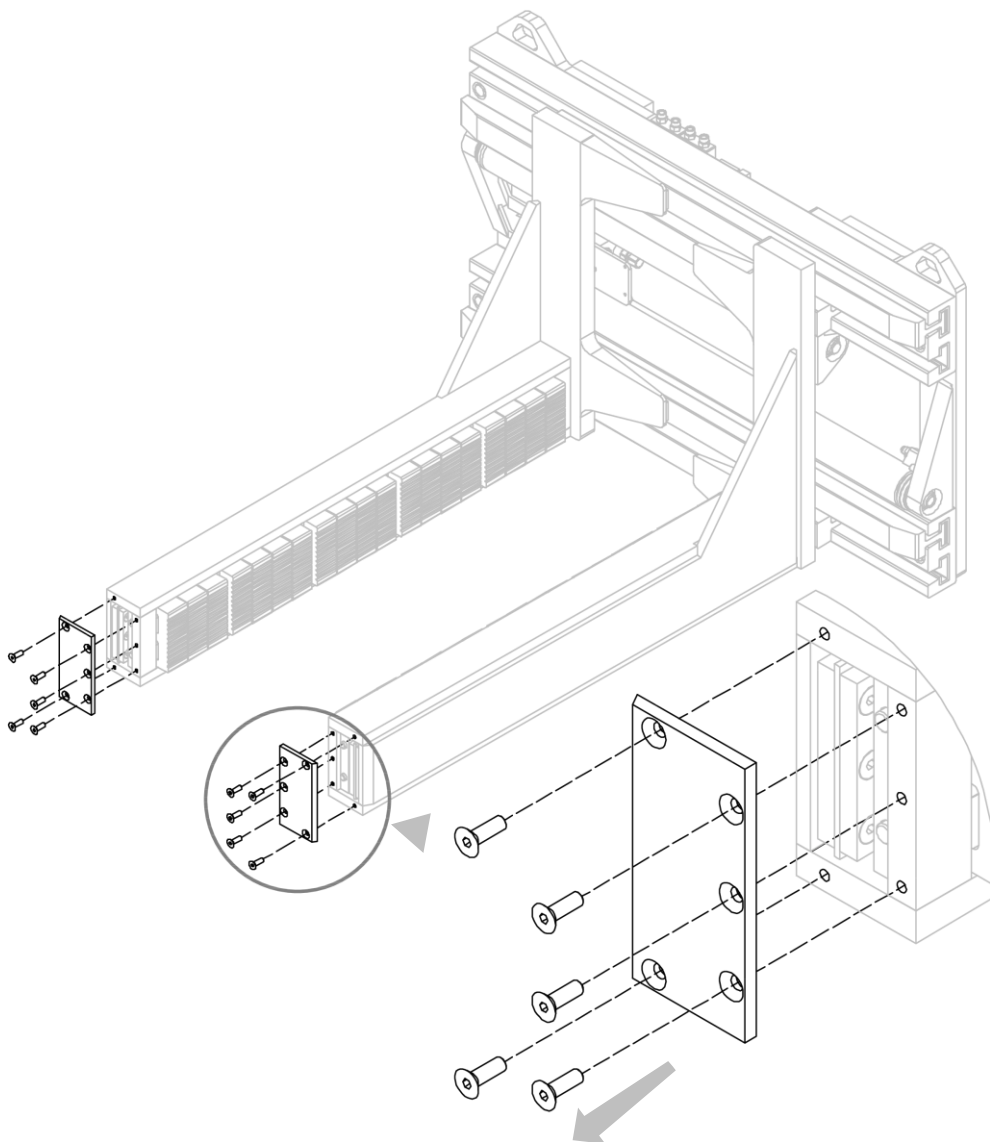

Figura 33
2. Rimuovere i coperchi svitando le viti che li bloccano (vedi *Figura 33*).